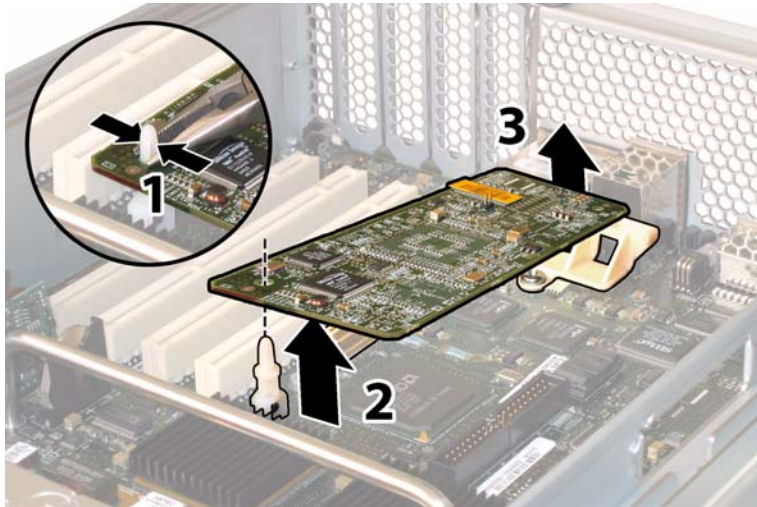

ABBILDUNG 4-42 Ausbauen der GRASP-Platine
- b. Drücken Sie den aus der Karte herausragenden Abstandshalter aus Kunststoff zusammen, um die Sicherungslaschen zu entsperren. Siehe ABBILDUNG 4-42.